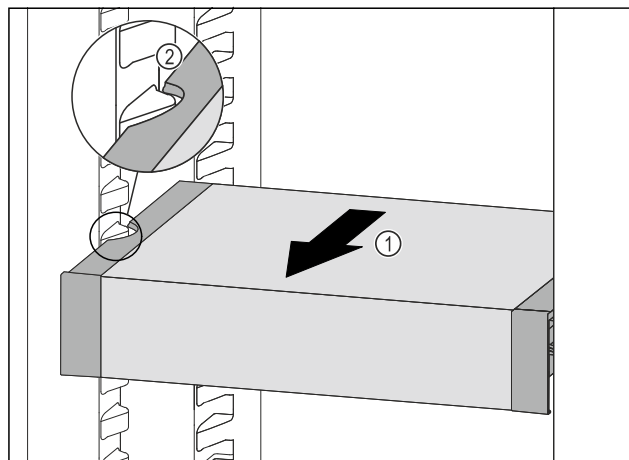

Fig. 107
- ▶ Predal VarioSafe povlecite naprej Fig. 107 (1), dokler nista stranska izreza predala VarioSafe na višini nastavka za posodo v hladilniku. Fig. 107 (2)